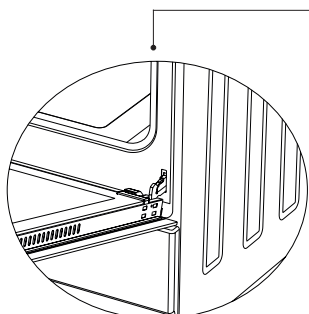

Figura 15.1
1. Abra por completo la puerta del horno y desmonte la puerta abriendo del pestillo que hay en la bisagra con ayuda de un destornillador como se muestra en la figura 15.1.